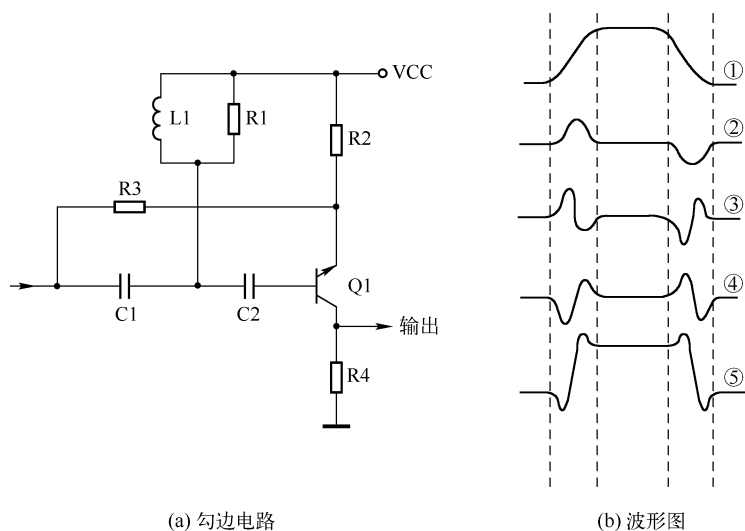

图 4-12 勾边电路原理图
勾边电路主要用于加重图像轮廓,补偿图像清晰度的损失,电路原理图如图 4-12 所示。Q1 为亮度通道的末级放大器,发射结与 C1 构成一次微分电路。当 C1 左端输入信号如图 4-12 (b) 所示的①时,经一次微分可使 Q1 的基极电流波形如图 4-12 (b) 所示的②。经过微分的基极电流再通过 L1 形成二次微分,波形如图 4-12 (b) 所示的③。该波形电压经 C2 耦合到 Q1 基极,经放大、倒相后形成图 4-12 (b) 所示的④。发射极上的电压波形与①相同。①和④波形叠加后形成⑤波形,并由集电极输出,即可输出图像轮廓鲜明的波形。